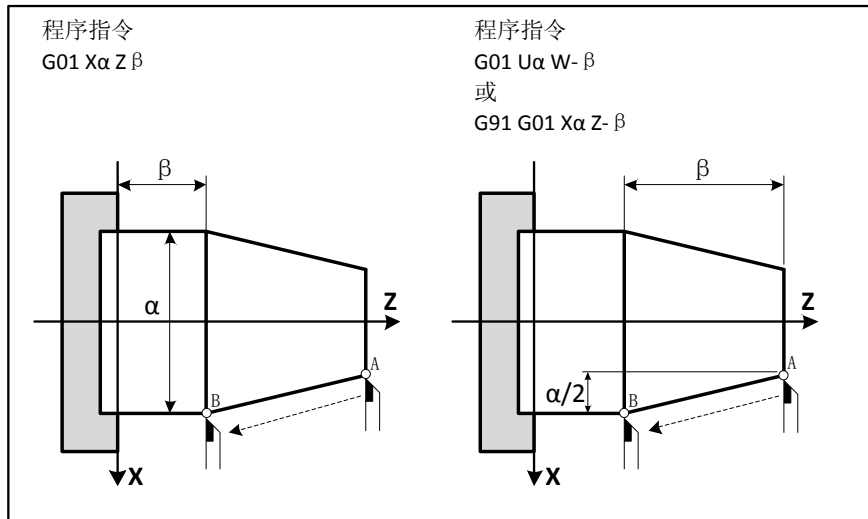

图 2.11
- (1) 每次加工开始, 自动处于G01状态。
- (2) 不运动的坐标可以省略。
- (3) 目标点的坐标可以用绝对值或增量值书写(如图2.11)。
- (4) G01加工时, 其进给速度按所给的F值运行, F允许的最高速度由P18#参数设定。